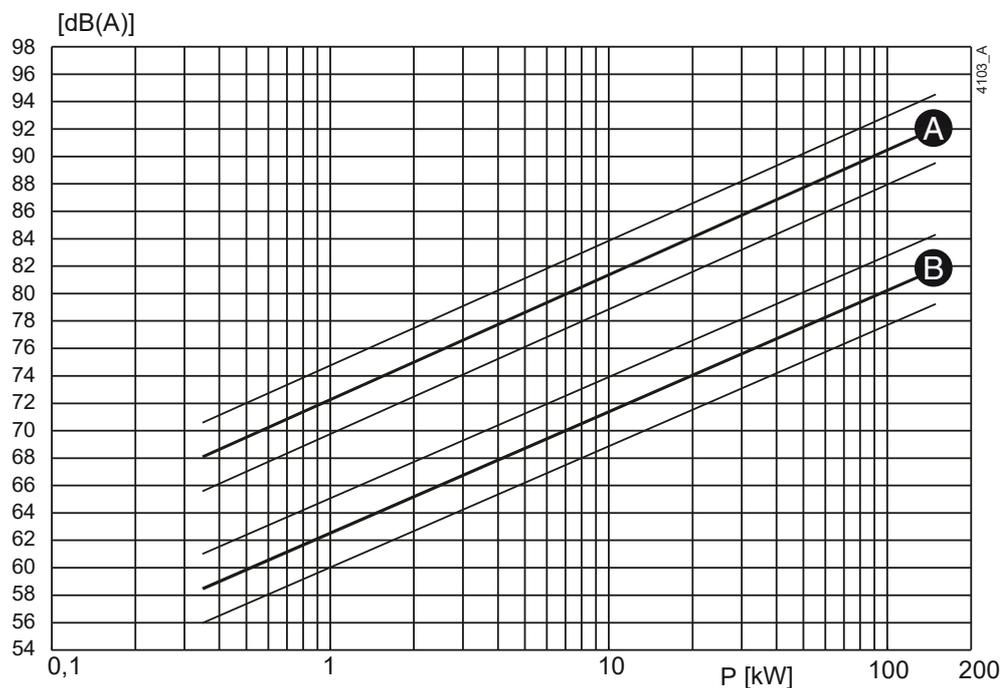
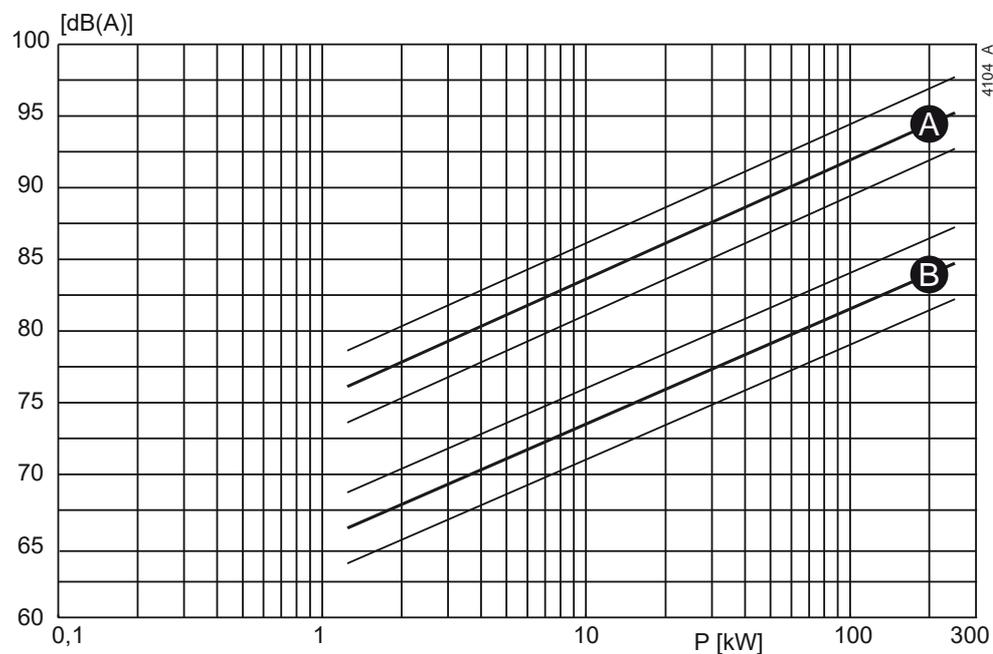

Рисунок 43: Зависимость уровня шума от мощности насоса [кВт] при 1450 об/мин-1
Рисунок 44: Зависимость уровня шума от мощности насоса [кВт] при 2900 об/мин-1
- 1 Определите уровень шума ( $L_1$ ) насоса, см. рисунок 43 или рисунок 44.